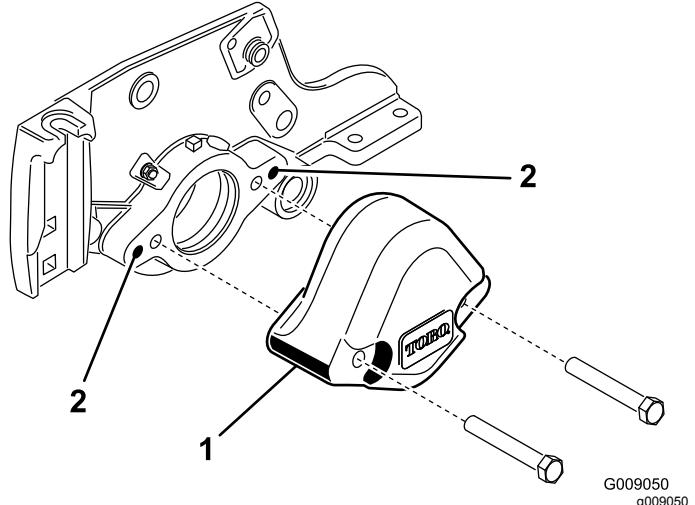

Figura 5
- Togliete i 2 bulloni che fissano il contrappeso all'estremità sinistra dell'apparato di taglio. Rimuovete il contrappeso (Figura 5).
- Usate la punta da $\frac{3}{8}$ -16" per rimuovere la vernice dai fori di fissaggio esterni sulla piastra laterale (Figura 5).